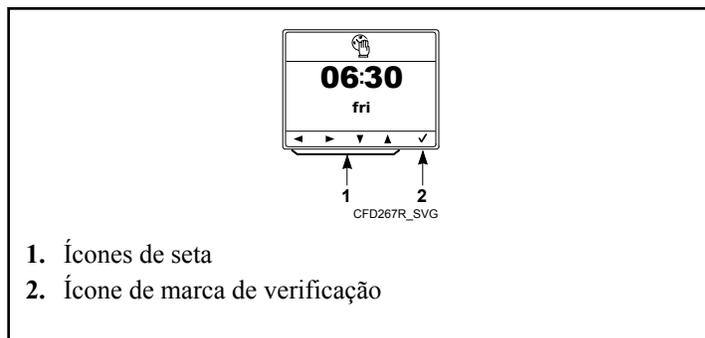

Figura 41
3. Aperte a tecla debaixo do ícone de marca de verificação para confirmar a modificação do horário de início do ciclo. Consulte a *Figura 41* . Aparece o dia de início do ciclo. Consulte a *Figura 41* .
4. Aperte as teclas debaixo dos ícones de seta para ajustar o dia de início do ciclo. Consulte a *Figura 41* . Aperte as teclas debaixo dos ícones de seta para esquerda e para direita para selecionar um número. Aperte as teclas debaixo dos ícones de seta para cima e para baixo para ajustar o número selecionado.
5. Aperte a tecla debaixo do ícone de marca de verificação para confirmar a modificação do dia de início do ciclo. Consulte a *Figura 41* .